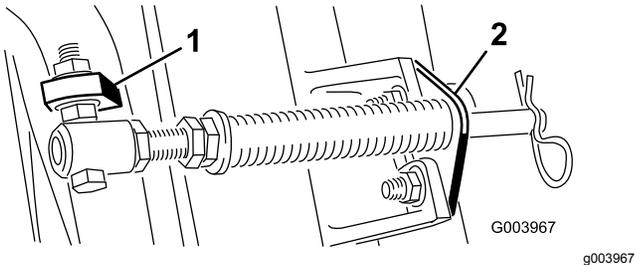

Figure 6
- C. Montez le boulon du tube de ressort sur la patte opposée du bâti porteur et fixez-le en position avec l'écrou à embase. La tête du boulon doit être à l'extérieur de la patte, comme montré à la Figure 6.
- D. Montez le support de tige sur les pattes de l'unité de coupe à l'aide des boulons de carrosserie et des écrous (Figure 6).